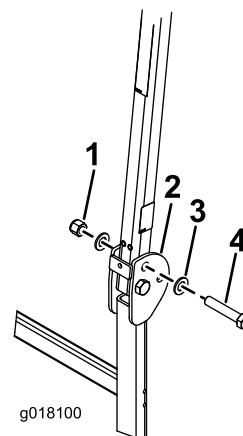

Рисунок 15
2. Установите шайбу (13/16 x 1 1/2 дюйма) на каждый болт ($\frac{3}{4}$ x 4 дюйма), как показано на Рисунок 15.
3. В отверстия, из которых были извлечены штифты, установите болты с шайбами (Рисунок 15).
4. Установите еще по одной шайбе на каждый болт и закрепите с помощью гаек ($\frac{3}{4}$ дюйма), как показано на Рисунок 15. Затяните гайки с моментом от 323 до 396 Н·м.
5. Затяните болт оси поворота конструкции ROPS (Рисунок 15) с моментом 91 – 113 Н·м, чтобы предотвратить любые вибрации защитной дуги и солнцезащитного навеса.